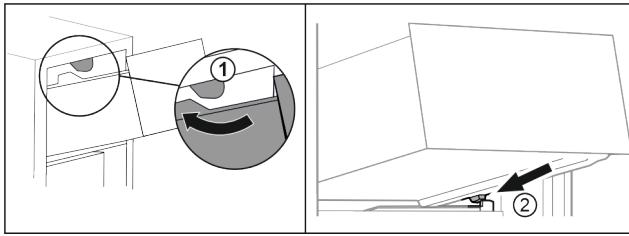

Fig. 77
- Prevedte zásuvku okolo horných zarážok. Fig. 77 (1)
- Nasadte zásuvku šikmo za dolnými zarážkami na rebro nádoby. Fig. 77 (2)